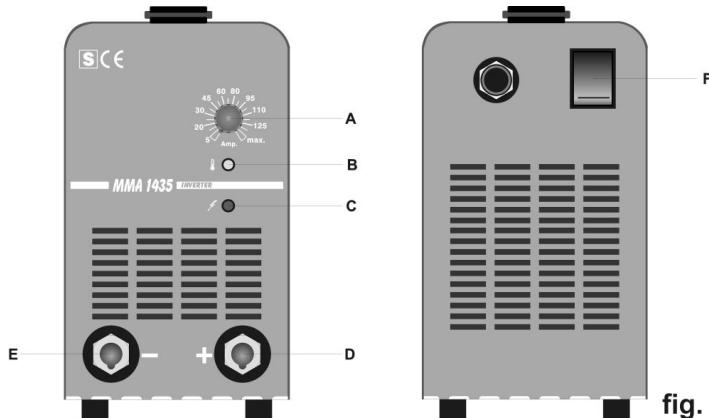

fig. 1
Neste caso (visor do bloco B fig. 1 aceso) é necessário esperar alguns minutos para ter a restituição do aparelho.
- Certificar-se que o interruptor F (fig.1) esteja na posição O ou que a ficha do cabo de alimentação não esteja na tomada de alimentação, depois ligar os cabos de soldadura respeitando a polaridade exigida pelo construtor dos eléctrodos que sejam utilizados.
- Acender a máquina F (fig. 1).